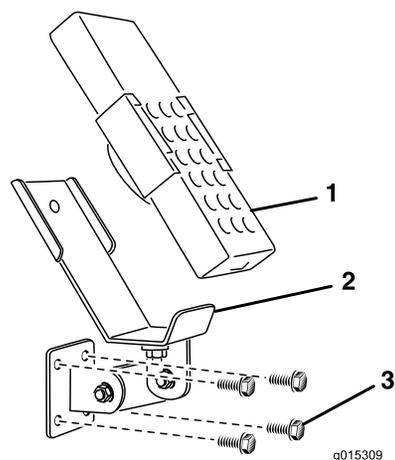
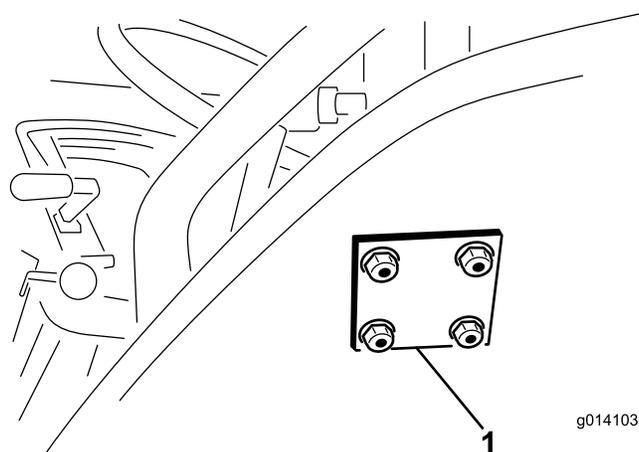

図 12
図 13
4. ブラケットとバックングプレートを取り付ける；5/16 x 1-1/2 インチのフランジヘッドボルト（4本）とフランジロックナットを使用する（図 12 と 図 13）。